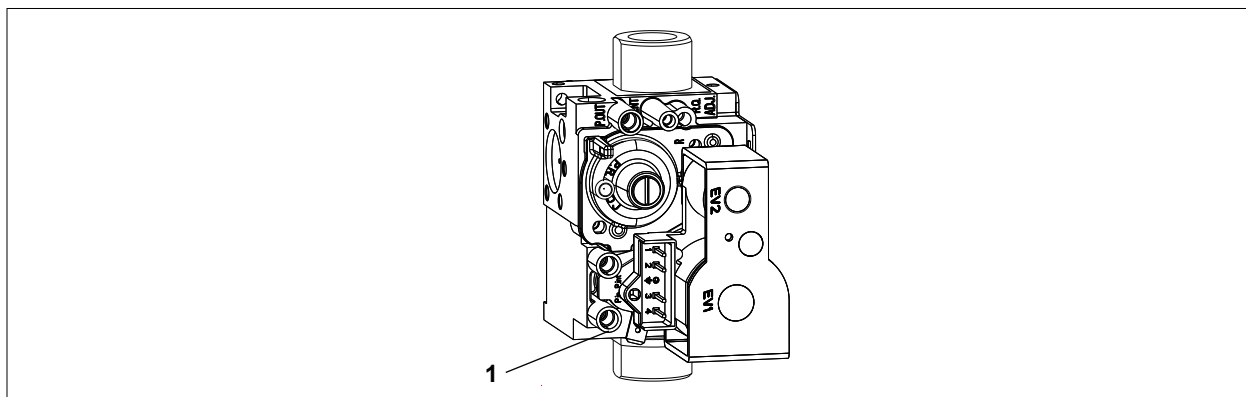

Рис. 6.1 Измерительный штыцер давления газа
- Ослабить резьбовую пробку на измерительном штуцере (1) (Рис. 6.1) и выпустить воздух из газовой линии.
- - Подключить дифференциальный манометр или манометр с U-образной трубкой к измерительному штуцеру (1), выводу «+». Выход «-» должен использоваться для атмосферы.